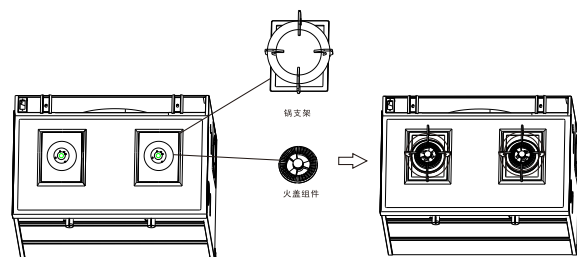

图2
- 2)将集烟罩取下摆放正确, 按下网板的下沿使网板上方翘起, 然后由下往上拉拔挡烟玻璃, 将挡烟玻璃取下并放置安全的位置(如图2)。